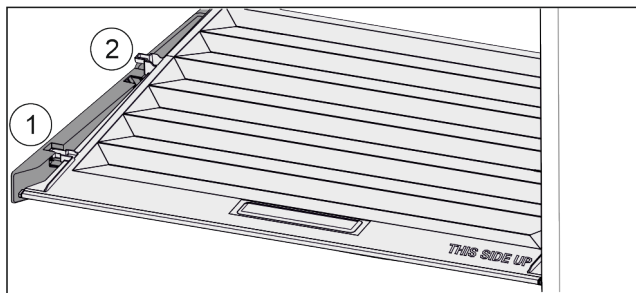

Fig. 28
- ▶ Издърпайте напред Fig. 28 (1) капака до отвора в задържащите части.
- ▶ Повдигнете го отзад отдолу и отстранете Fig. 28 (2) нагоре.